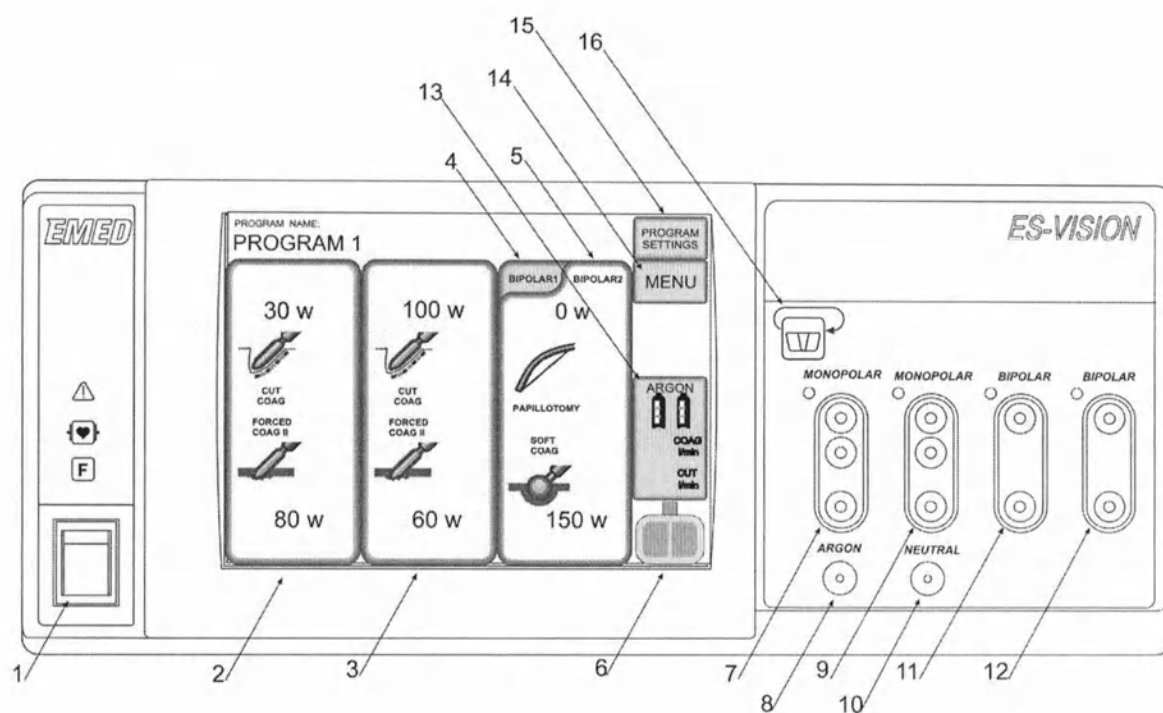

Рисунок 3. Вид аппарата ES VISION спереди.
1.1а. Гнездо-разъем электрода нейтрального (рис. 3, п. 10) выполнено согласно стандарта 6,3 мм:
1.1б. Гнезда-разъемы электрода рабочего монополярного (рис. 3, пп. 7 и 9) выполнены согласно стандарта т.наз. 3-штыревого.
1.1в. Гнезда-разъемы биполярные (рис. 3, пп. 11 и 12) выполнено согласно стандарта 29 мм
1.1d. Гнездо-разъем подачи аргона (рис. 3, п. 8) выполнено согласно стандарта «Luer Lock».
На **передней панели** корпуса расположены (рис. 3):